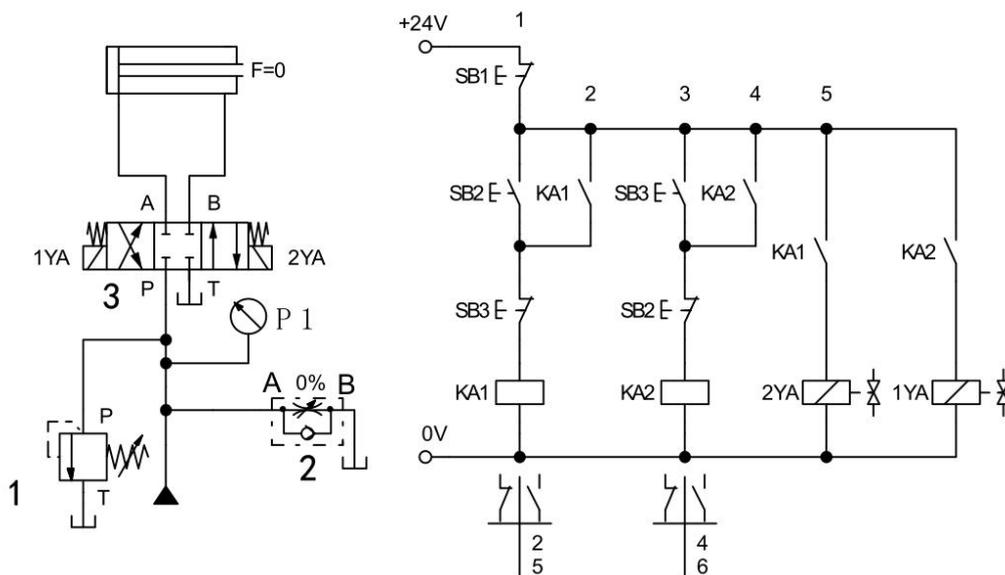

图 H1-1-1 节流阀旁路节流调速回路的液压回路和电气控制线路图
(1) 任务描述：在液压实训系统中采用单向节流阀搭建旁油路的节流调速回路，液压回路和电气控制线路如下图H1-1-1 所示。